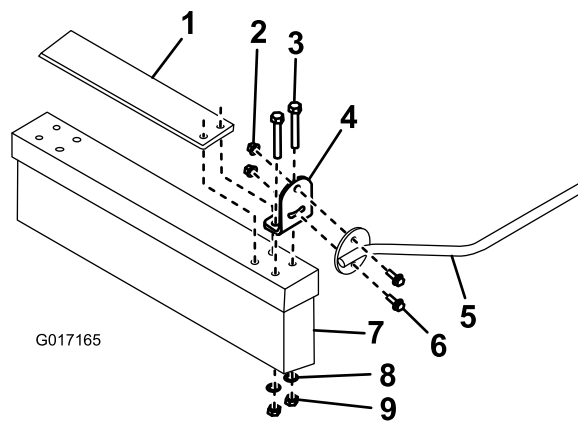

Figure 7
2. Montez une patte à chaque extrémité de la brosse avec 2 boulons (M8 x 60 mm), rondelles et contre-écrous (M8). Positionnez les pattes comme montré à la Figure 7. Utilisez les trous extérieurs pour le montage sur un plateau de coupe de 21 pouces et les trous intérieurs pour le montage sur un plateau de coupe de 18 pouces.
3. Fixez un support de montage de tige à chaque patte de la brosse avec 2 boulons à embase (M6 x 20 mm) et contre-écrous (M6) (Figure 7).